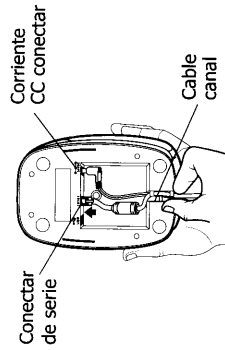

Figura 6
- 1 Conecte el cable de serie en el puerto de serie en la parte inferior de la impresora. Véase Figura 6.